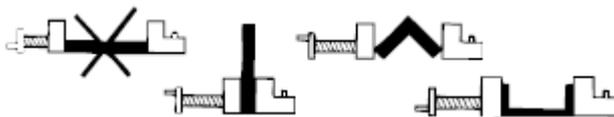

图6 — 正确夹持工件
- 正确夹持工件，确保工件相对于锯片处于中心位置（如图6）。